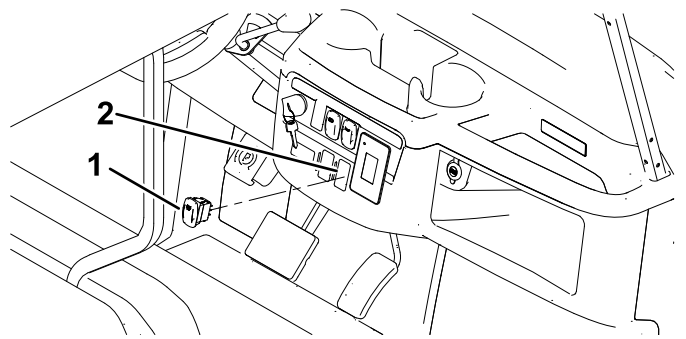

图 4
7. 如图 4 所示从仪表板上取下开关塞。
8. 将警示灯开关插入仪表板图 4。